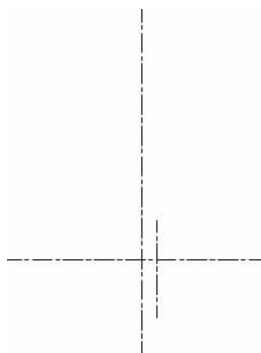

图 3-42 轴线部分
- (1) 设置绘图单位及图形界限。
- (2) 用直线段命令绘制出轴线, 如图 3-42 所示。